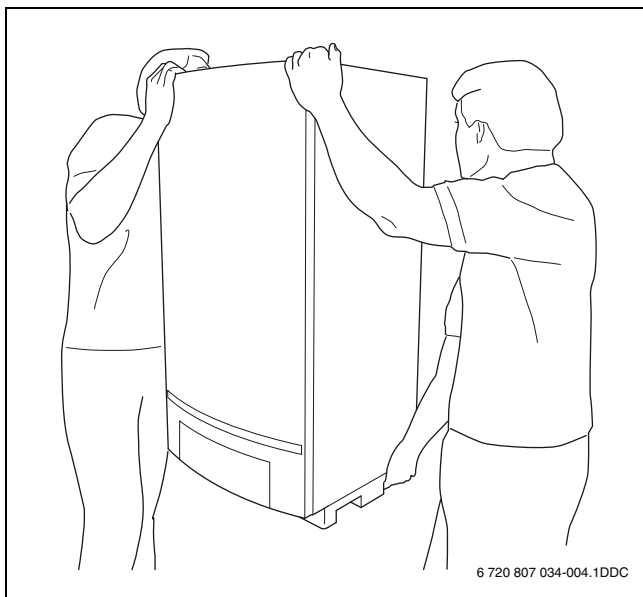

Fig. 9 Levantar correctamente y transportar la caldera mural de condensación a gas
- ▶ Agarrar la caldera mural de condensación a gas sólo en los lados y no en el cuadro de maniobra o en la conexión tubo de evacuación de gases (→ fig. 9).